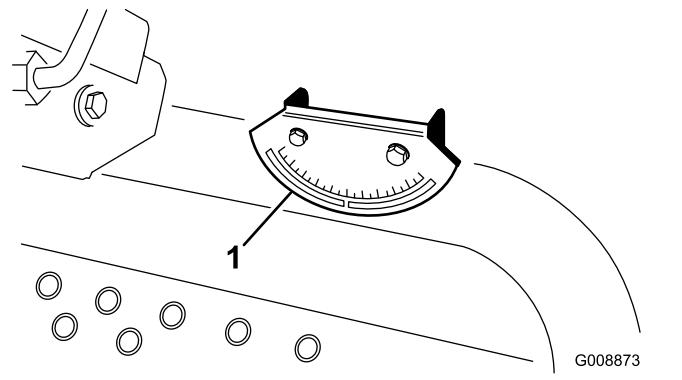

図 5
- 機体のクロスビーム燃料タンク脇に携帯斜面計付属品を置いて、機体が水平になっていることを確認する図 5。このとき、運転席に座った状